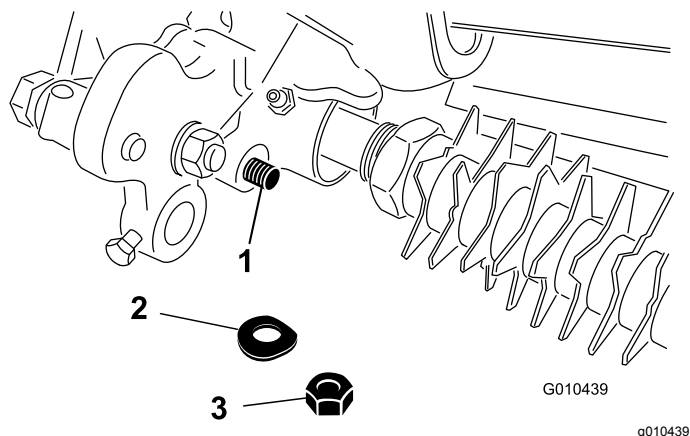

Рисунок 32
4. Снимите контргайку и тарельчатую шайбу, которые крепят конец стержня узла рычага высоты скашивания к узлу привода механической щетки (Рисунок 32).